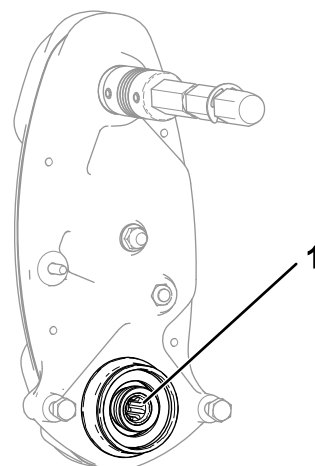

図 7
3. リール駆動シャフトの内側 図 7 にグリスが残っているかどうか調べる。